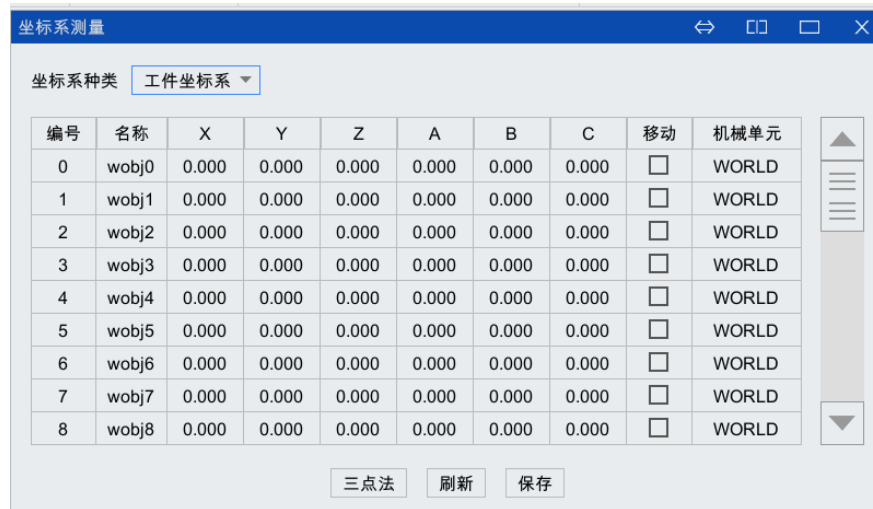

图 5-1 工件坐标系建立
1. 保持之前标定视觉坐标系时的标定板位置不要移动，选择“主界面>菜单区>运行>坐标系测量”选项，进入如图 5-1 所示的“坐标系测量”界面。